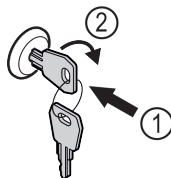

Fig. 104
- ▶ Вдавити ключ Fig. 104 (1).
- ▶ Повернути ключ на 90° за годинниковою стрілкою Fig. 104 (2).